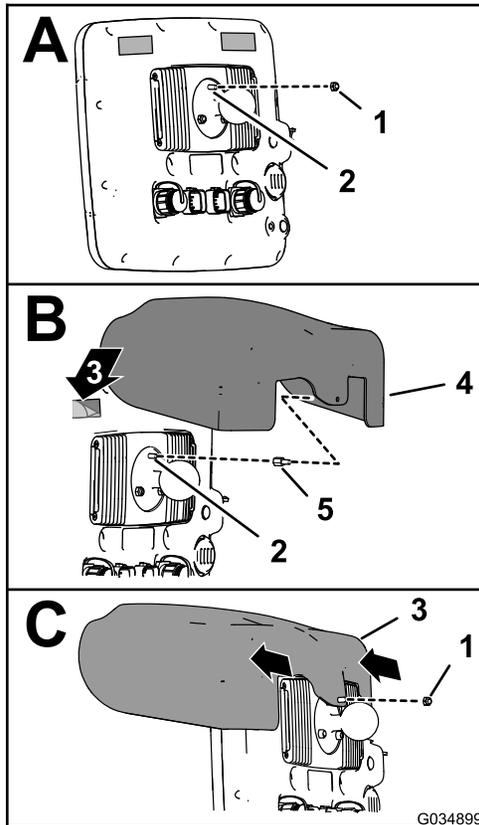

Figura 6
1. Na traseira do monitor de pulverização e com os 2 conectores (26 pinos) alinhados para baixo, retire a porca de bloqueio superior (5 mm) do pino para a união articulada esférica (A de Figura 6).
3. Enrosque a saliência no pino na união articulada esférica (B de Figura 6) e aperte a saliência com uma força de 250 N·cm.
5. Retire a parte de trás das tiras adesivas (B de Figura 6) que aplicou em Aplicar as tiras adesivas ao monitor de pulverização X30 \(página 2\).
6. Alinhe o orifício na cobertura do mostrador com a porção do pino da saliência roscada (B de Figura 6).
7. Monte a tampa no monitor (C de Figura 6) com a porca de bloqueio (5 mm) que retirou no passo 1.